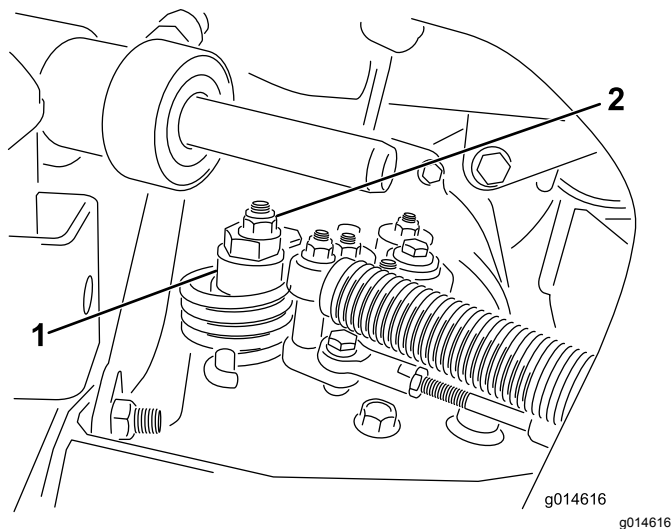

Figura 39
- A. Allentate il dado che fissa l'eccentrico alla parte superiore dell'igrostatò (Figura 39).
- C. Fate girare l'eccentrico finché non riscontrate movimenti in alcuna direzione. Quando la ruota cessa di girare, serrate il dado di bloccaggio dell'eccentrico per mantenere la messa a punto (Figura 39). Verificate la regolazione portando l'acceleratore in posizione di MINIMA e MASSIMA.